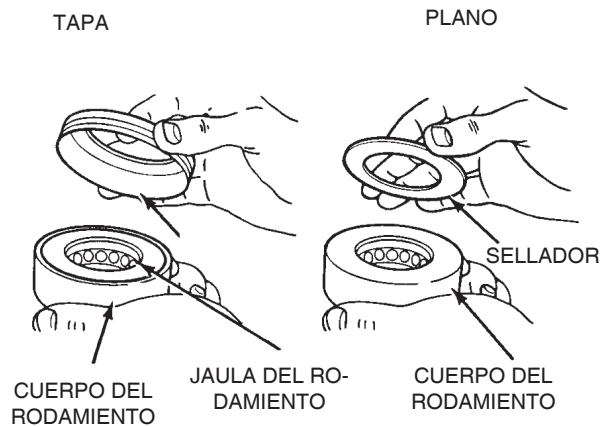

Figura 77
3. Instale el sellador en el rodamiento axial. En los selladores que utilizan cubierta, instale el sellador sobre el extremo abierto del rodamiento. Figura 77.
En los selladores “planos”, instale el sellador sobre el extremo cerrado del rodamiento. Figura 77.